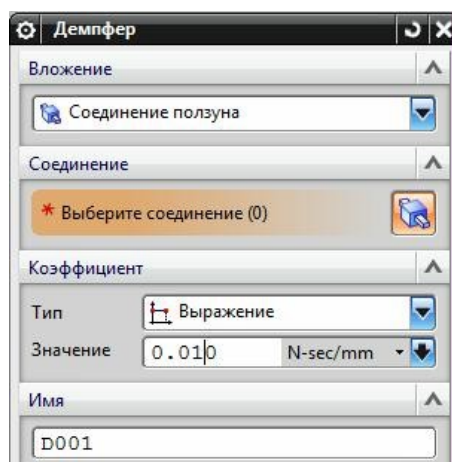

Рис.14
- Эта кинематическая связь почти полностью совпадает с *Пружиной*. Поэтому приведем только её диалоговое окно (рис.14).